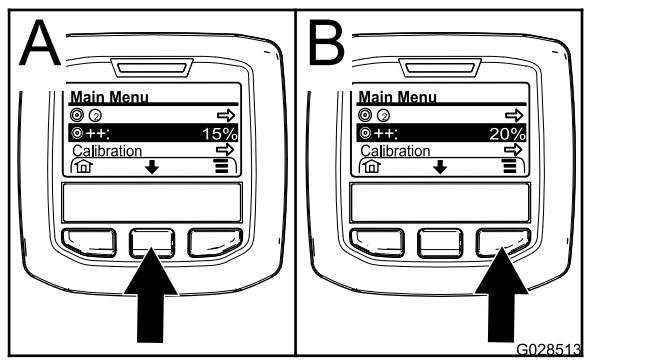

Bild 68
2. Drücken Sie ggf. die mittlere Auswahltaste, um die Dosierungsverstärkung zu markieren (Bild 68).
**Hinweis:** Das Symbol für die Dosierungsverstärkung hat zwei Pluszeichen (+) rechts von der Zielscheibe (Bild 68).
3. Drücken Sie die rechte Auswahltaste (Bild 68), um den Prozentsatz der Dosierungsverstärkung in Schritten von 5 % zu erhöhen (maximal 20 %).